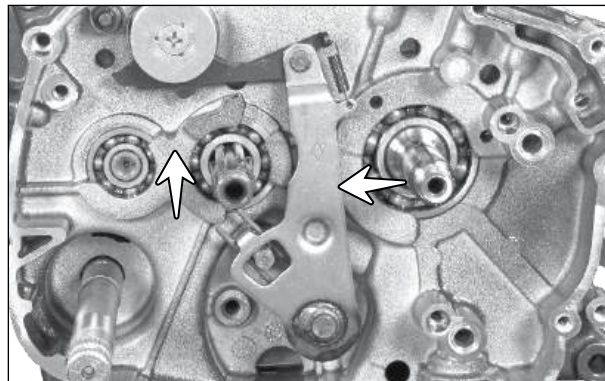

Fig. 3.130
- Puxe cuidadosamente o eixo do seletor de marchas do conjunto da carcaça do motor, deslocando seu braço de mudança do came do seletor de marchas (setas). (Fig. 3.130)